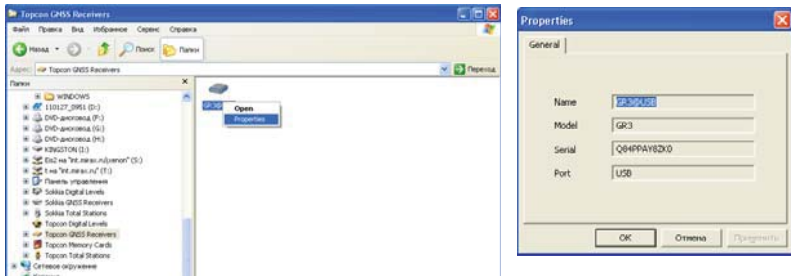

Рис. 5-2. Свойства приемника
- Для отображения сведений о приемнике (Рис. 5-2) нажмите правой кнопкой мыши на значок приемника и выберите *Properties*.